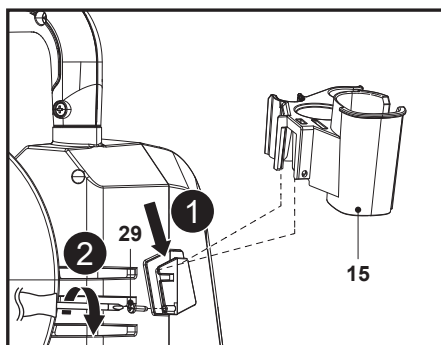

Fig. 1a
1. Deslize o suporte da suspensão (15) para o respetivo apoio e alinhe o orifício de montagem e, em seguida, utilize uma chave de parafusos de cabeça cruzada adequada (não fornecida) para fixar a ligação com o parafuso (ST3,5 x 13) (29) (Fig. 1a).